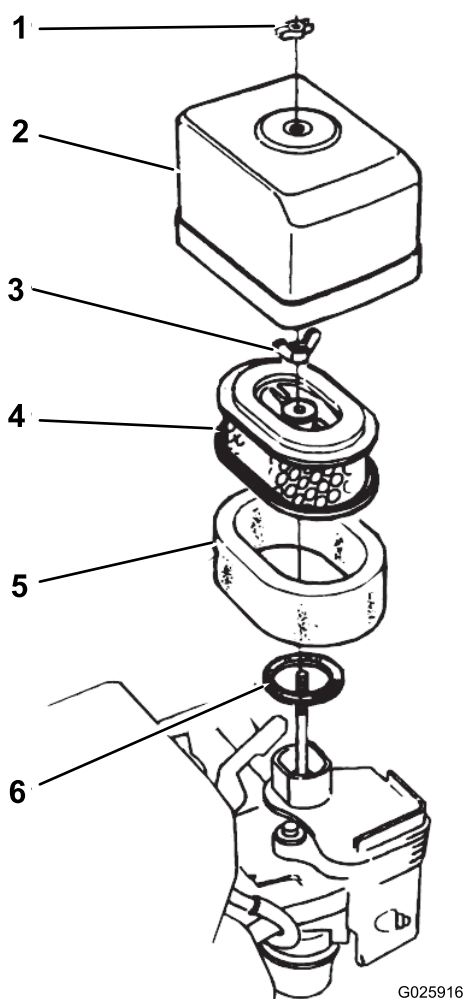

图 30
2. 拧掉将空气滤清器盖固定到空气滤清器上的蝶型螺帽然后取下滤清器盖 图 30。
5. 用蝶形螺母将空气滤清器盖安装到空气滤清器上 图 30。
1. 拧掉将空气滤清器盖固定到空气滤清器上的蝶型螺帽然后取下滤清器盖 图 30。
2. 从空气滤清器上卸下蝶型螺帽然后取出滤清器 图 30。
3. 从纸质滤芯上取下泡沫空气滤清器滤芯 图 30。
1. 将泡沫空气滤清器滤芯安装到纸质滤芯上 图 30。
2. 检查垫片是否磨损和损坏 图 30。
3. 确保垫片放置在化油器的进气室上 图 30。
4. 用蝶型螺母将空气滤清器滤芯安装到化油器 图 30。
5. 用另一个蝶型螺母将空气滤清器盖安装到化油器 图 30。